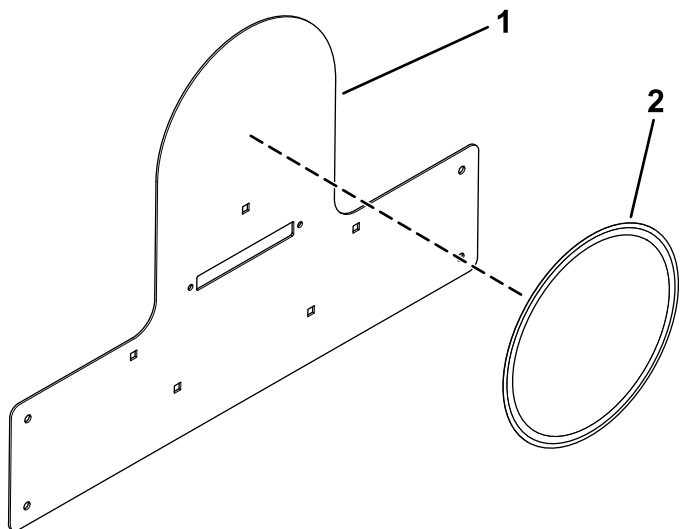

Bild 21
7. Bringen Sie einen Geschwindigkeitsaufkleber auf der Halterung der Geschwindigkeitsplatte an (Bild 21).